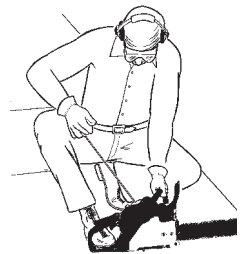

Fig. 8
8. Placez la tronçonneuse sur une surface solide et horizontale. Tenez la tronçonneuse fermement comme indiqué. (Fig. 8)
AVERTISSEMENT: Il est nécessaire de prévoir une retraite (A) sûre, libre de tout obstacle avant d'entreprendre la coupe de l'arbre. Le chemin de dégagement devrait être situé à l'arrière et en diagonale de la direction de chute prévue; voir Fig. 8.
AVERTISSEMENT: Lorsque le trait d'abattage se rapproche de la charnière, l'arbre devrait commencer à tomber. A ce moment, enlever la tronçonneuse de la coupe, arrêter le moteur, déposer la tronçonneuse, et quitter les lieux, utilisant votre voie de retraite (Fig. 8).